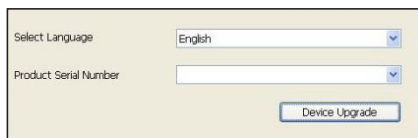

Figura 7-1
3. Ti verrà richiesto di digitare il numero di serie (situato sul retro dello strumento) (Figura 7-1)